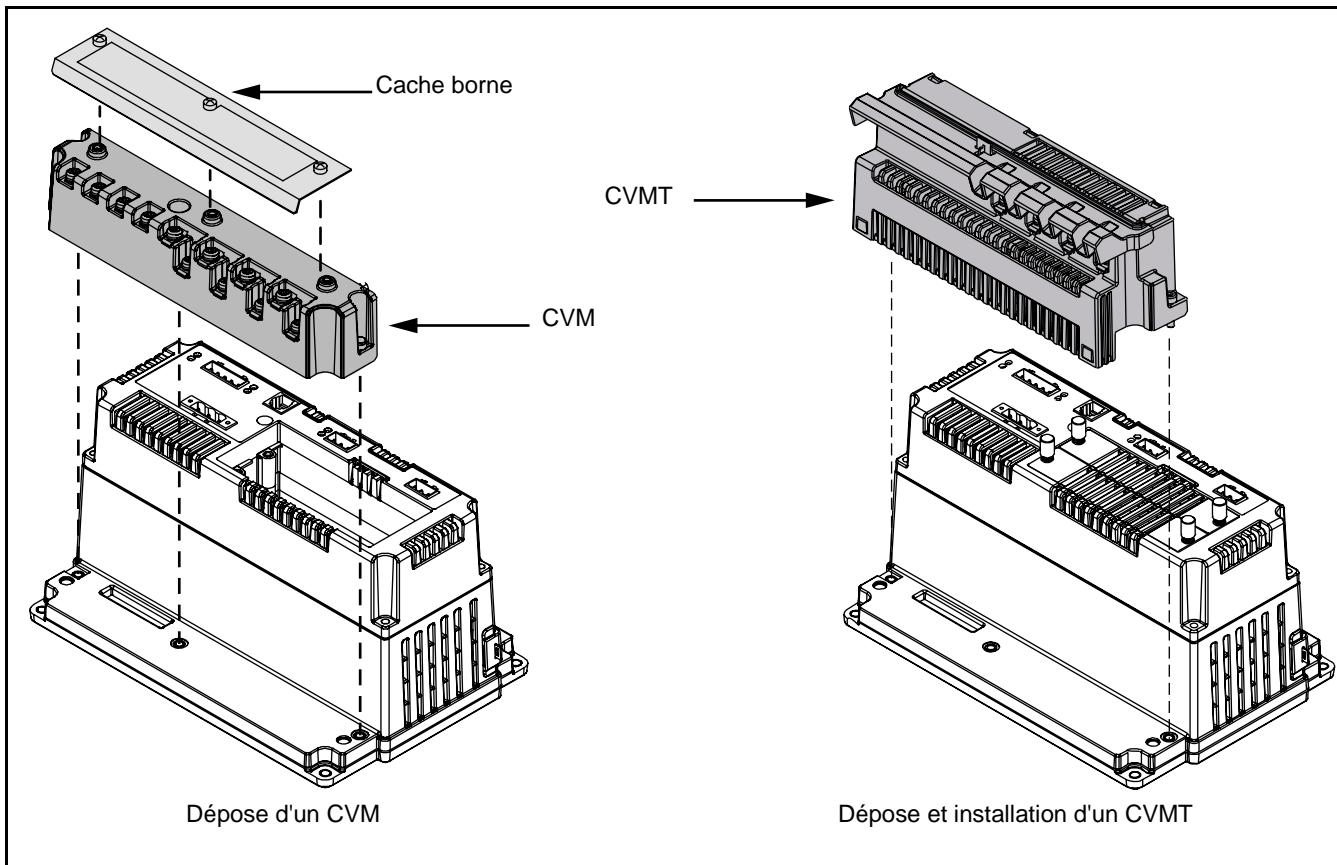

Figure 1 : Dépose d'un CVM ou CVMT et installation du CVMT
Les étapes suivantes expliquent comment déposer un CVM ou CVMT et installer un CVMT. Reportez-vous à la Figure 1.
- a. Débranchez la tension mesurée en retirant les fusibles du transformateur de tension (TT) ou du sectionneur de tension.
- b. Court-circuitez les secondaires du transformateur de courant (TC) pour débrancher le courant mesuré.
5. Desserrez les trois vis allen du CVM et dégagerez-les. Tirez le CVM ou le CVMT bien droit jusqu'à ce qu'il soit dégagé du Circuit Monitor comme illustré à la Figure 1.